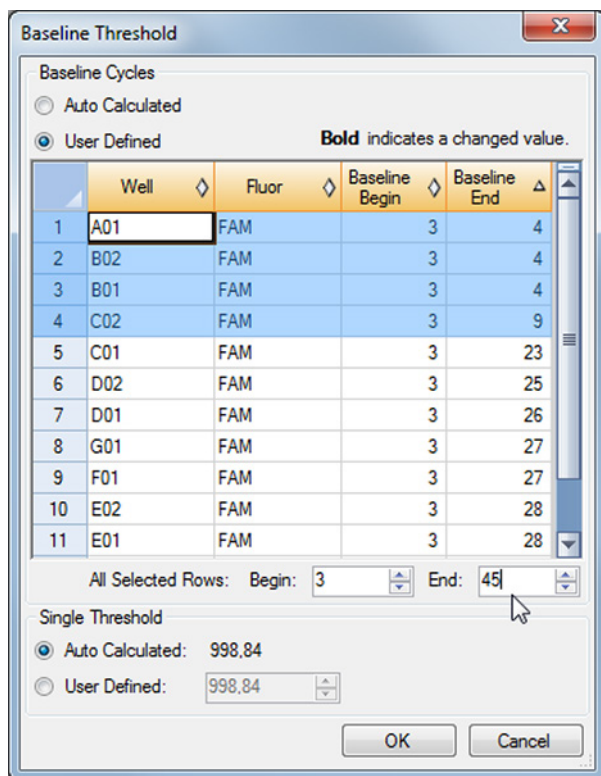

Figure 5: Boîte de dialogue Baseline Threshold (Seuil de référence)
3. Dans la barre de menus de la fenêtre Data Analysis (Analyse des données), cliquez sur **Settings** → **Baseline Threshold...** (Paramètres → Seuil de référence...) pour ouvrir la boîte de dialogue Baseline Threshold (Seuil de référence) (voir la figure 5).
5. Sélectionnez toutes les lignes qui indiquent une valeur **Baseline End** (Extrémité de référence) comprise entre 1-9 (voir la figure 5).
- Définissez la valeur dans le champ **End:** (Extrémité :) sur 45 pour les lignes sélectionnées (voir la figure 5).
- Répétez les étapes 3-7 pour les canaux de détection VIC™ (IC), ROX™ [cible virus de la grippe A (H1N1)pdm09] et Cy5 (cible virus de la grippe B).